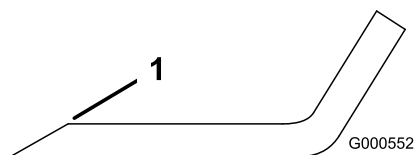

Figure 77
1. Au moyen d'une lime, aiguissez les tranchants à chaque bout de la lame (Figure 77).
Remarque: Si la lame est déséquilibrée, limez un peu l'extrémité de l'ailette seulement (Figure 77).